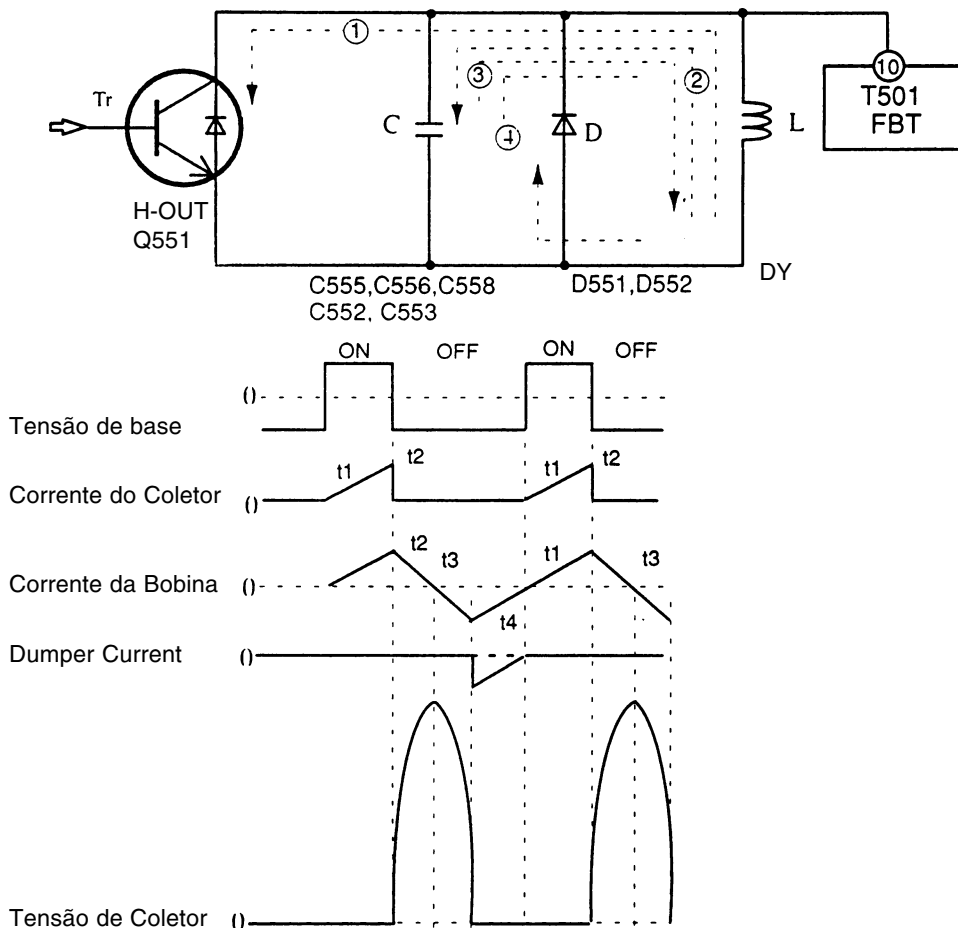

Fig. 8.2 Deflexão Horizontal
1. Para ligar e desligar imediatamente a saída do circuito horizontal, o circuito drive horizontal gera uma base de corrente suficiente (drive de corrente) e coloca-a no circuito de saída horizontal (Q551) como mostra a fig. 8.2